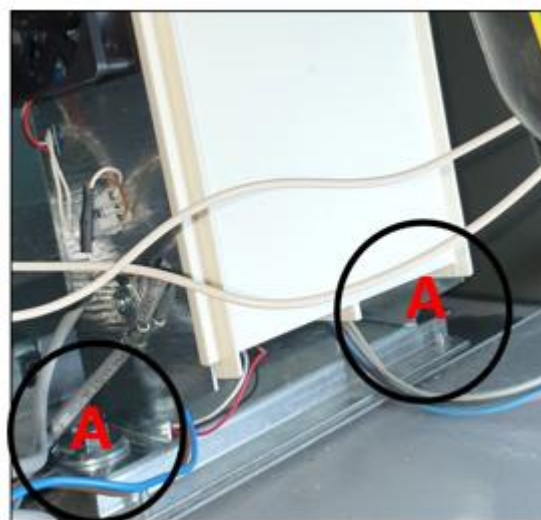

Fig.2.10
18. Apriete los tornillos **A** (Fig.2.10) para fijar la caja del variador a la máquina.